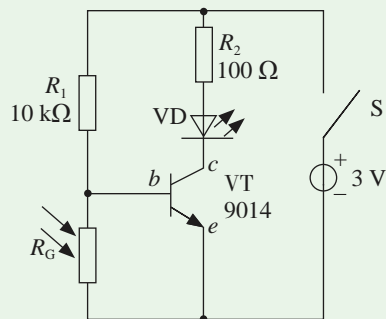

图 1-18 自动控制路灯电路原理图
1. 在面包板上按照如图1-18所示的电路原理图搭建一个自动控制路灯模型。